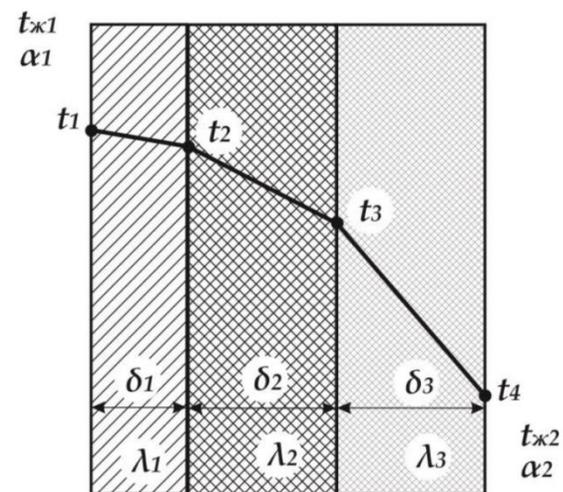

Рис. 1.
2. Стальная стенка (рис. 1) толщиной δ_1 покрыта двумя слоями тепловой изоляции толщиной δ_2 и δ_3 . В Таблице 1 приведены величины, которые требуется рассчитать, и указаны исходные данные для расчета.